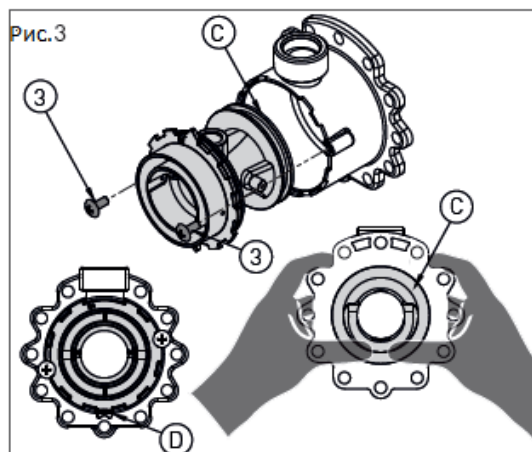

Рис. 3
- > Снимите два винта (поз. 3 на рис. 3) и нажмите на заднюю часть трубки Вентури (С на рис. 3)
- > Замените установленную трубку Вентури на соответствующую новому типу газа (для метана код продукта 30-00207, для сжиженного газа код продукта 30-00201). Убедитесь, что зубец (поз. D на рис. 3) направлен к нижней части алюминиевого корпуса (см. рис. 3).